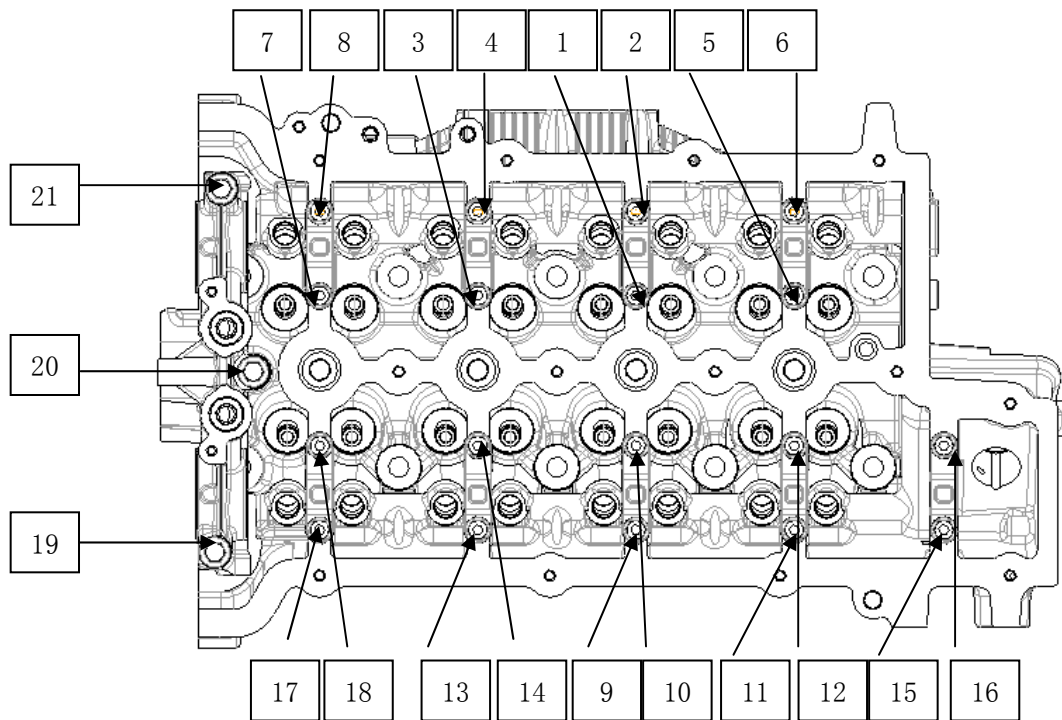

图 B-4 轴承盖螺栓拧紧顺序图
C-1、按照图B-4所示1-21的拧紧顺序，将各个轴承盖螺栓②⑥依次拧紧至 $8+3N \cdot m$ ，六角法兰面螺栓③依次拧紧至 $20+3N \cdot m$ ；
C-2、按照图B-4所示1-21的拧紧顺序，将各个轴承盖螺栓②⑥依次复紧至 $8+3N \cdot m$ ，六角法兰面螺栓③依次复紧至 $20+3N \cdot m$ ；